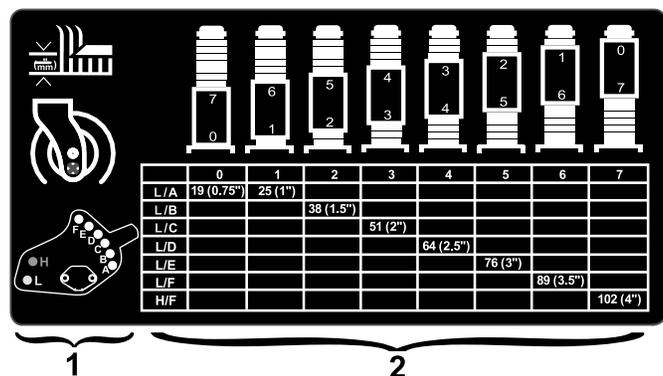

Figure 19
2. Consultez le tableau de réglages de la hauteur de coupe sur l'autocollant de hauteur de coupe (Figure 19) pour les réglages les plus courants.
4. Installez les boulons aux emplacements spécifiés à la Figure 19 pour obtenir la hauteur de coupe voulue ; serrez les écrous à 60 N·m.
5. Pour régler la position de la fourche de la roue pivotante, déposez les chapeaux de hauteur de coupe sur les arbres des roues pivotantes avant et ajustez le nombre d'entretoises de chaque côté du moyeu d'arbre (Figure 19).